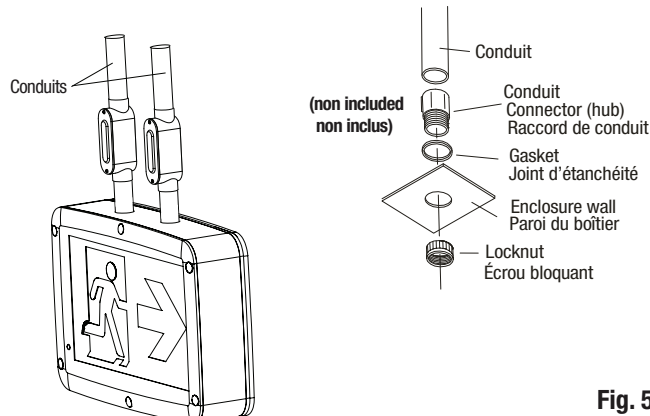

Fig. 5
**NOTE:** For conduit electrical connections only ( Fig. 5, optional, not included), cut hole into the top of the housing. First secure the conduit connector (hub) onto the conduit. Then secure the conduit connector (hub) into the prepared enclosure hole using the connector locknut.
**NOTE :** Pour les connexions électriques avec conduit seulement (Fig. 5, optionnel, non inclus), découper un trou dans le côté supérieur du boîtier. Attacher le raccord au conduit. Puis attacher le raccord dans le trou du boîtier avec l'écrou bloquant.